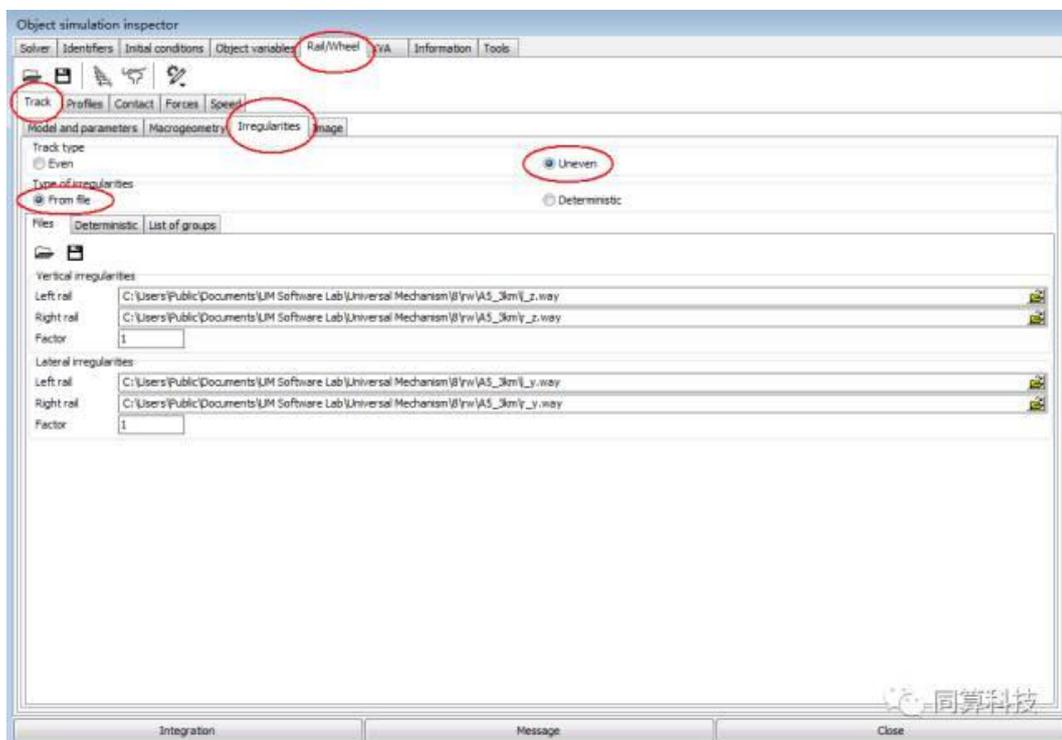

图 028-5
5、调用轨道不平顺样本：用 UM Simulation 打开一个铁道车辆模型，点开仿真设置界面，依次选择【Rail/Wheel】-【Track】-【Irregularities】-【Uneven】-【From file】，然后分别选择我们刚才保存的左右轨垂向和横向不平顺文件即可，如图 028-5。